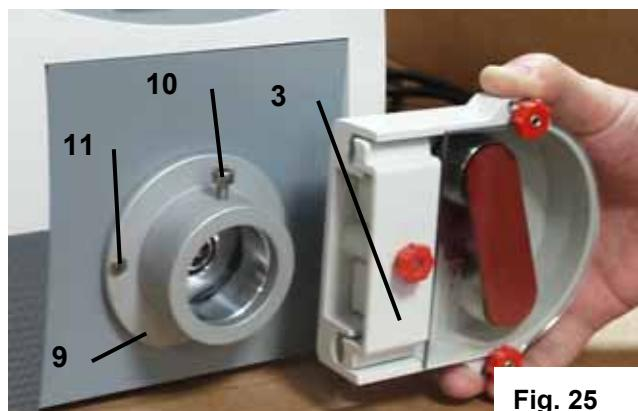

Fig. 25
2.3. SP Standard, SP vario, (fig. 25)
- Per fissare le teste della pompa SP Standard e SP vario è necessaria la flangia (9) in dotazione.
- Rimuovere la flangia (9) dalla testa della pompa (3) allentando la vite di fermo (10).
- Avvitare la flangia al pannello frontale con le viti a testa svasata (11) (utilizzare un cacciavite a croce).